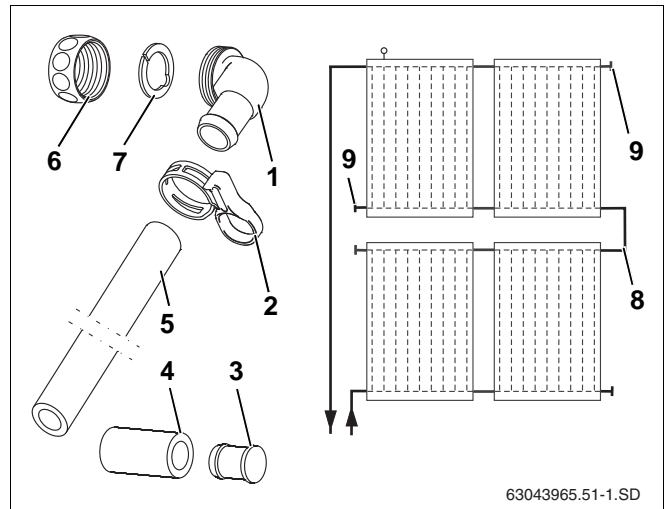

Fig. 58 Skematisk visning og leveringsomfang
Som tilbehør leveres forbindelsessættet (fig. 58, **pos. 8**), som udgør forbindelsen mellem to solfangerrækker.
Leveringsomfang (fig. 58)